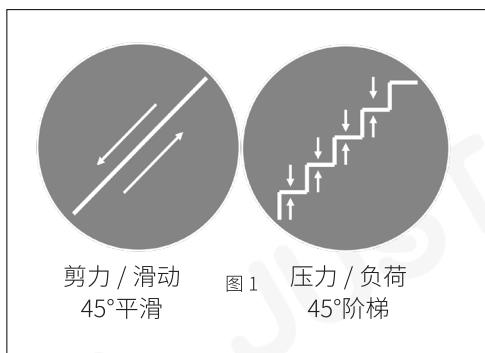

图 1
1. 阶梯状的设计使柄在植入时产生的垂直力量转换为压应力而不是剪切力（见图 1）。阶梯状设计增加了近端涂层面积 13%。增加近端表面积的同时，为骨长入提供了更大的界面。